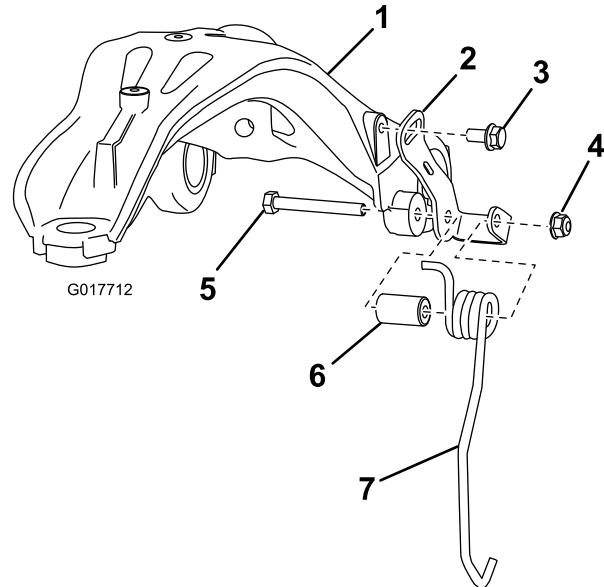

Bild 1
4. Befestigen Sie die neuen linke und rechte Feder und den Halter am Aufhängearm, wie in Bild 1 dargestellt.